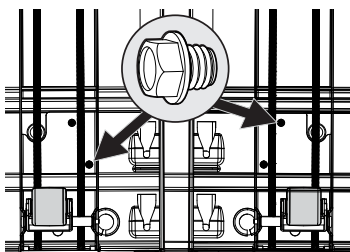

Fig. 4
- b. Con un perno 5H y un taladro eléctrico, ajuste la parte inferior del conjunto nivelador con una broca hexagonal de $\frac{3}{8}$ " en cualquier orificio que se superponga con el orificio del tornillo (Fig. 4).